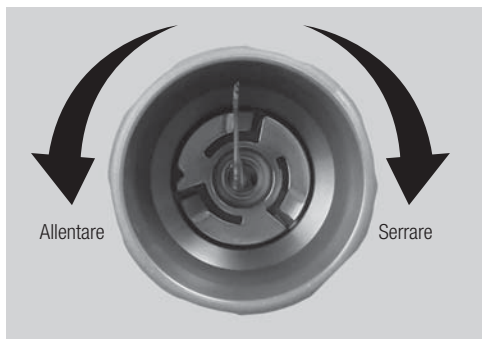

Fig. 17
- 3) Ruotare la chiave per serrarla, come indicato nelle Fig. 17 e 18, fino a quando si avverte uno scatto e la chiave comincia a girare senza serrare ulteriormente.
*Per rimuovere la punta, ruotare la chiave in direzione di sblocco come indicato nelle Fig. 17 e 18.